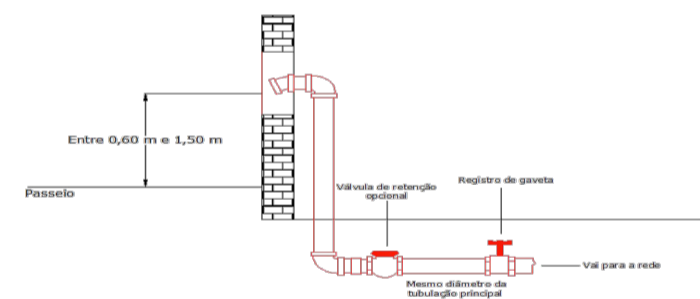

Figura 1 - Hidrante de recalque na fachada ou muro da divisa
**5.2.4** O dispositivo de recalque deve ser instalado na fachada principal da edificação, ou no muro da divisa com a rua/passeio público e possuir as seguintes características (conforme Figura 1):